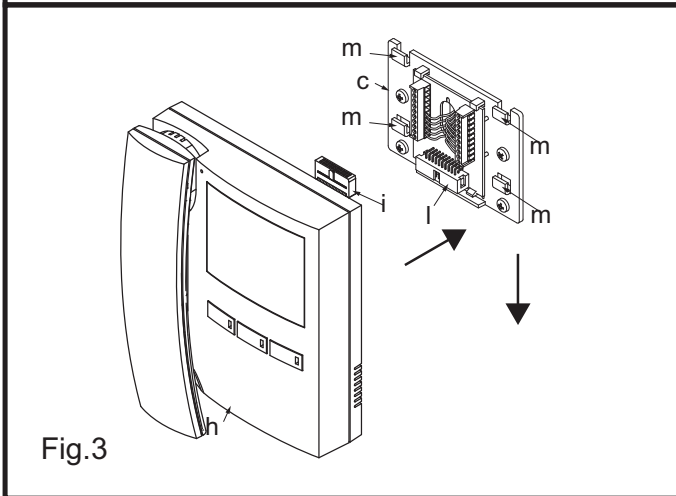

Fig.3
- inserire il connettore "i" del cavo flat che fuoriesce dal retro del videocitofono nel connettore "l" della scheda di connessione (Fig.3), avvicinare il videocitofono alla placca di fissaggio facendo corrispondere le aperture "n" (Fig.4) ai ganci "m" (Fig.3) quindi spingere il videocitofono verso il basso fino all'aggancio come suggerito dalle frecce in figura 3.
- Once the wires are connected, hook the videophone "h" to the Mounting plate "c" as shown in Fig. 3.
- Place the videophone "h" against the 4 hooks "m" on the mounting plate "c" (in line with the 4 openings "n" on the rear side of the videophone Fig. 4) and push down as suggested by the pointers in Fig. 3, the videophone will lock into place;